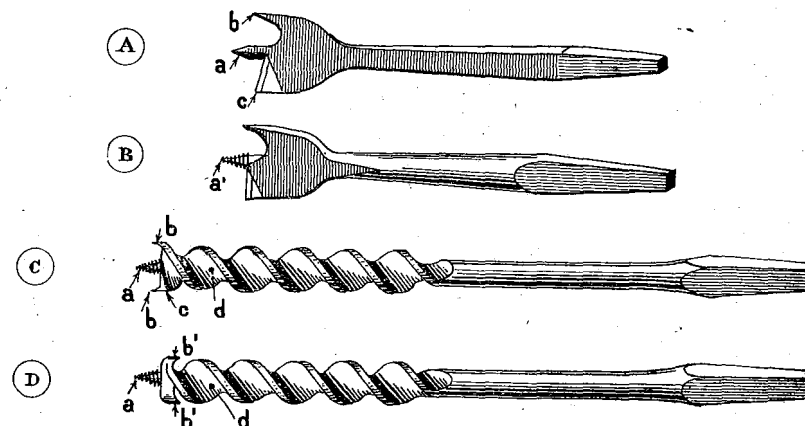

Figure 9.
E) La *mèche à trois pointes*, appelée aussi *mèche anglaise* (fig. 9, A), constitue déjà un gros progrès sur toutes les mèches que nous venons de citer ; peu coûteuses, elles permettent cependant d'exécuter des trous aux contours très nets et surtout bien centrés grâce à la pointe axiale *a*. La coupe du bord du trou est assurée par un traçoïr *b* qui tranche nettement les fibres ; quant à l'enlèvement de la matière au centre du trou il est obtenu par un couteau *c*.